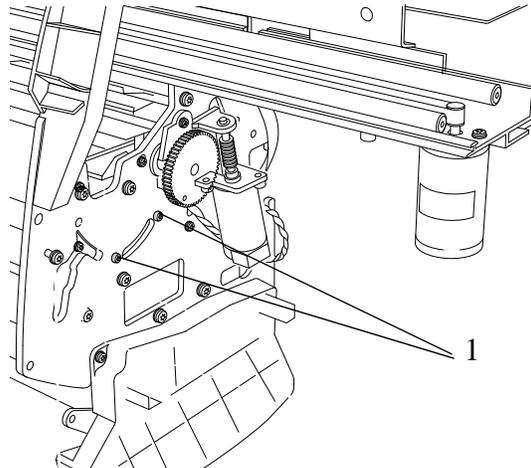

Figura 79: Parafusos do lado direito da guia central
4. Remova os dois parafusos T-15 da placa direita que prendem o lado direito da guia central (consulte a Figura 79).